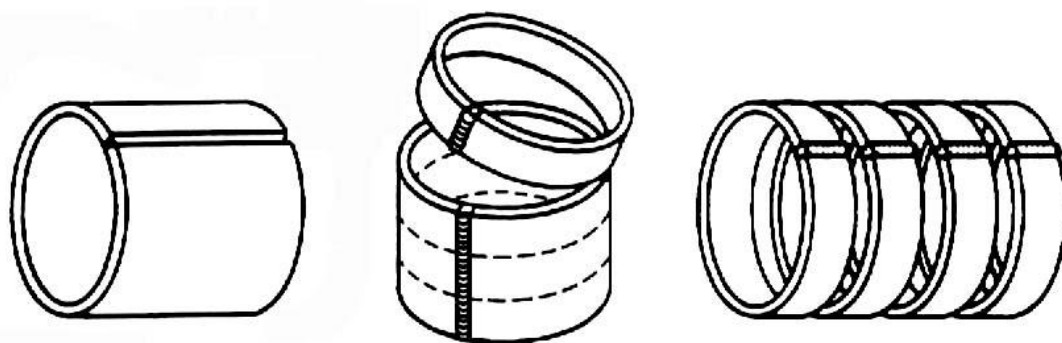

图 24 滚压圆筒结构的焊接及切割示意
⑤ 如果焊接结构中环状结构件有数量上的要求，可以考虑将一个平板滚压成一个圆筒结构，然后进行缝焊。也可采用火焰切割将圆筒切割成一系列的环状结构件，如图 24 所示。